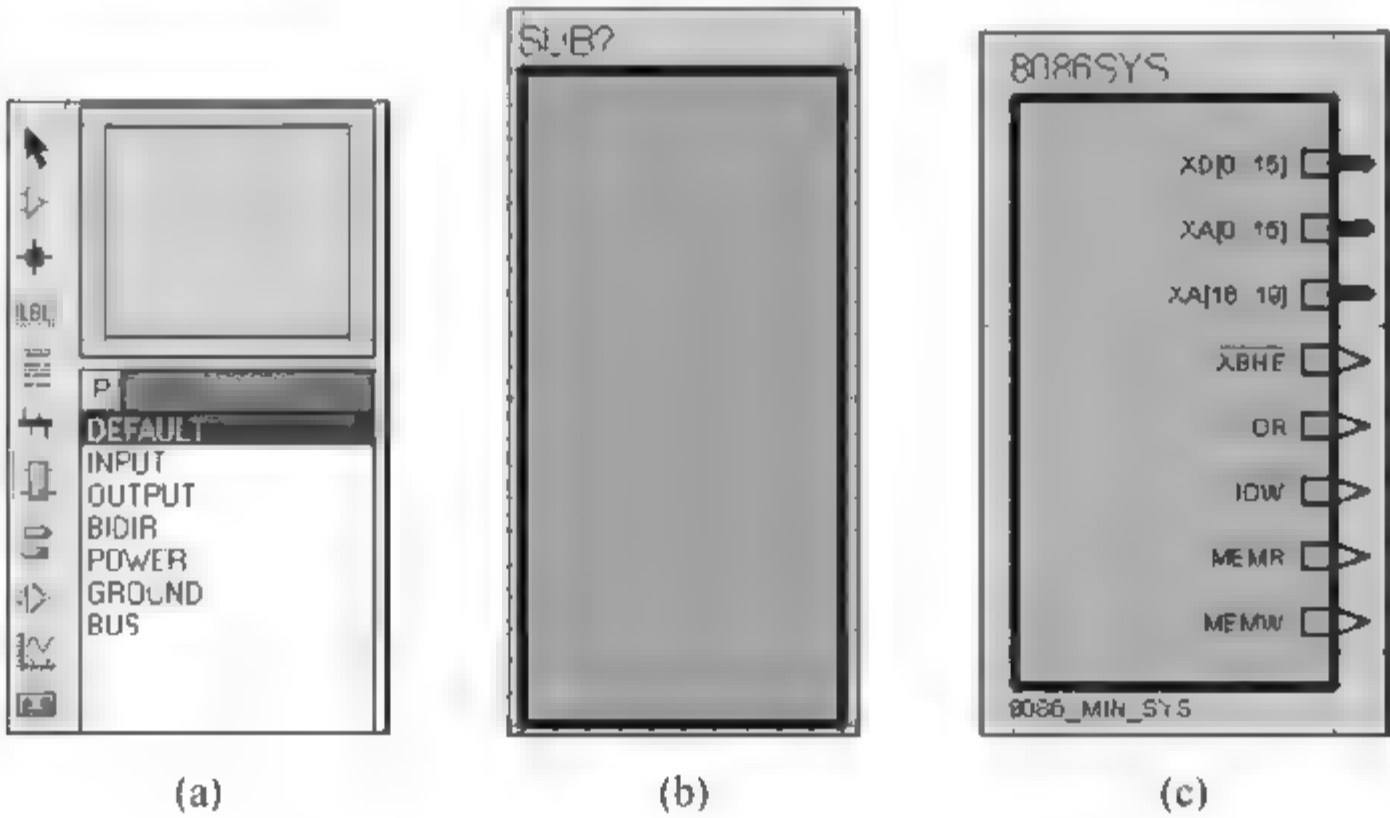

图 10-13 创建子电路模块
(1) 绘制模块外框。单击“子电路模式”按钮,然后在编辑窗口按住鼠标左键拖动,拖出子电路模块图框,如图 10-13(a)、(b)所示。
(2) 放置信号端子。从图 10-13(a)所示的元器件选择窗口中选择 BUS(总线端子),放置在子电路图框的右侧。放置的方法是将铅笔光标移动到子电路图框的右侧边线合适的位置上,当铅笔光标的尖端上显示一个叉号(×)时,单击即可。总线端子共放置 3 个。
再从元器件选择窗口中选择 OUTPUT(输出端子),放置在子电路图框的右侧,输出端子共放置 5 个,如图 10-13(c)所示。
(3) 编辑端子名称。右击端子,在弹出的快捷菜单中选择“编辑属性”,打开属性编辑对话框,在“标号”栏中输入端子名称(端子名称必须与接下来要绘制的子电路逻辑终端名称一致)。端子名称编辑完成后的样子如图 10-13(c)所示。各端子含义如下。